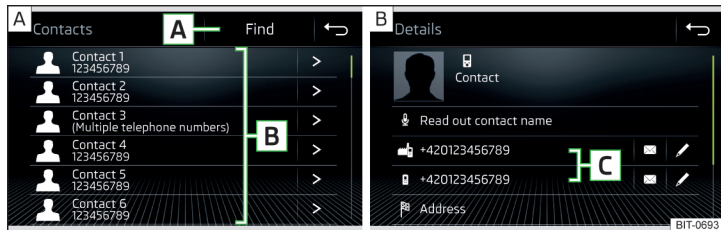

Fig. 146 Lista contactelor telefonice/detaaliile contactului
► În meniul principal *Telefon*, acționați suprafața de comandă funcții , se afișează o listă a contactelor telefonice » fig. 146- A.